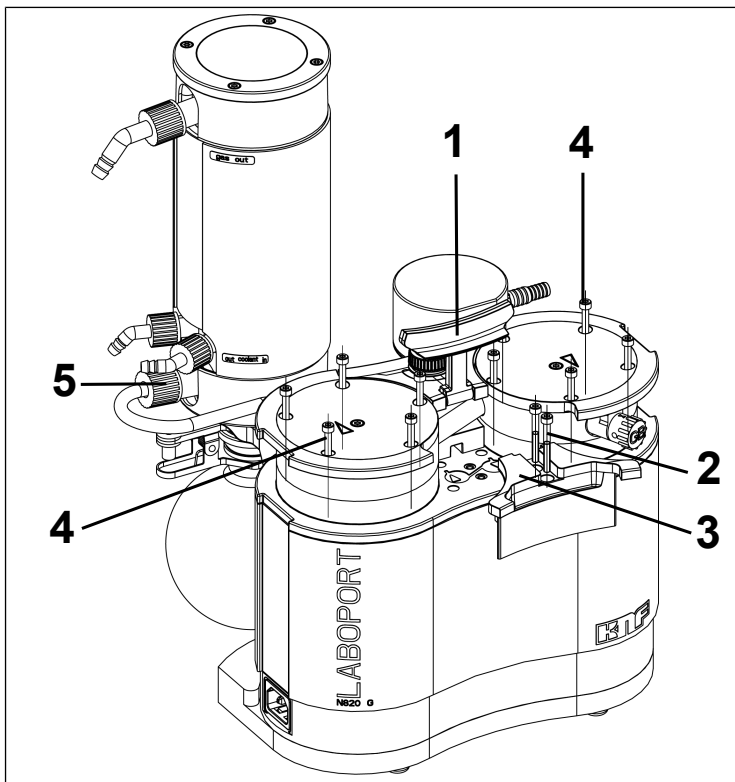

Fig.11: Smontaggio della copertura impugnatura
2. Allentare il dado a risvolto del collegamento tubo flessibile (5/ Fig. 11) dal componente del sistema per vuoto.
3. Portare l'impugnatura (1/ Fig. 11) in posizione verticale.
4. Allentare le due viti (2/ Fig. 11) della copertura impugnatura (3/ Fig. 11).
5. Rimuovere la copertura impugnatura (3/ Fig. 11).
6. Allentare le viti con testa esterne (4/ Fig. 11) da entrambe le teste pompa.
1. Contrassegnare la piastra di spinta (2), il coperchio testa (3) e la piastra intermedia (6) con un tratto a matita continuo. In tale modo si preverrà un successivo montaggio errato delle parti.
2. Prelevare le viti esterne (4/ Fig. 11) dalle teste pompa.
8. Serrare saldamente la vite con testa interna (1) al centro della piastra di spinta (coppia di serraggio: 1 Nm).
9. Serrare le viti (4/Fig. 11) in sequenza incrociata (coppia di serraggio: SH/SR820G: 4 Nm; SR/SH840G: 5 Nm)
11. Serrare manualmente il dado a risvolto del collegamento tubo flessibile (5/Fig. 11) sul condensatore ad alte prestazioni (2/Fig. 2).
1. Montare la copertura impugnatura (3/Fig. 11).
2. Serrare le viti (2/Fig. 11) della copertura impugnatura (3/ Fig. 11) (coppia di serraggio: 2 Nm).